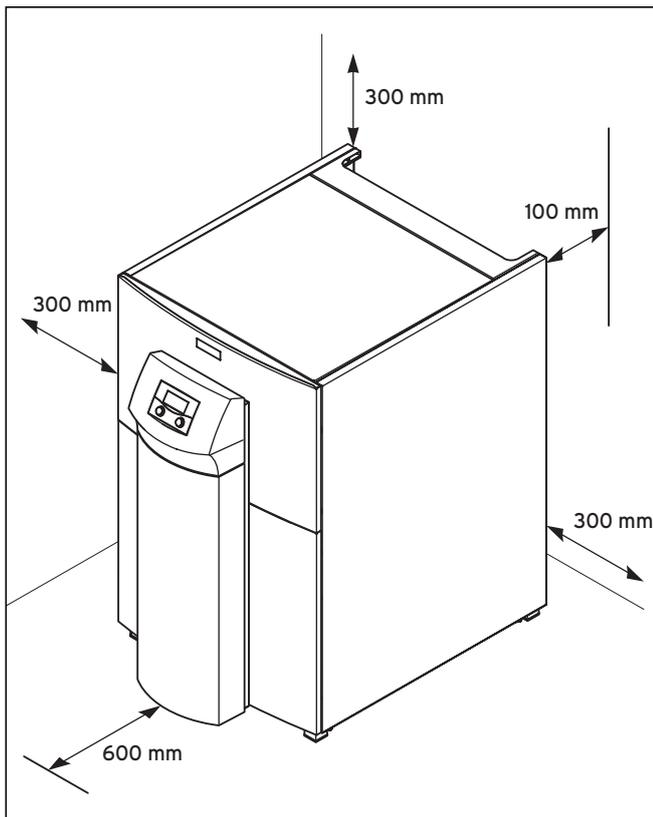
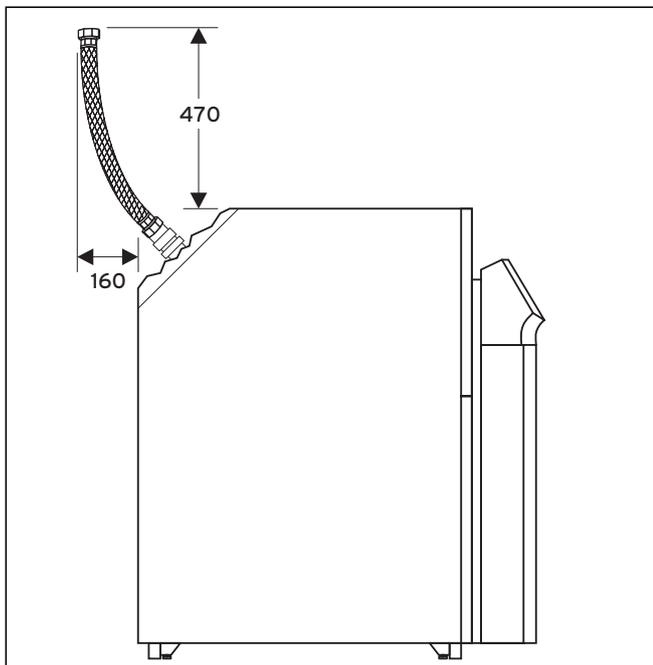

Abb. 4.2 Mindestabstände zur Aufstellung der Wärmepumpe
Abb. 4.3 Anordnung der flexiblen Schläuche
- Beachten Sie beim Aufstellen der Wärmepumpe die Mindest-Wandabstände (→ **Abb. 4.2**) und (→ **Abb. 4.3**).